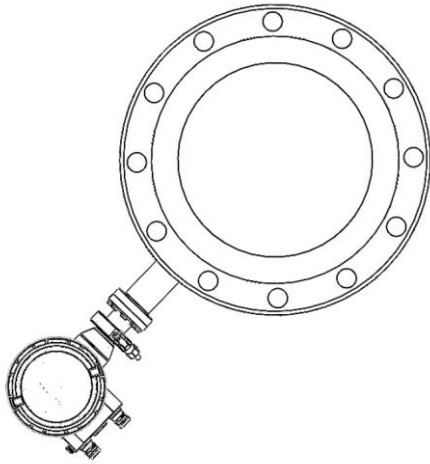

Figure 3-1 : Système d'intégration à la tuyauterie avec 1 orifice : 1 capteur à ultrasons (US) à un angle de 45° vers le bas
20. Pour installer correctement le système d'intégration à la tuyauterie sur une conduite horizontale, voir les figures 3-1 à 3-5 ci-dessous pour l'orientation correcte.